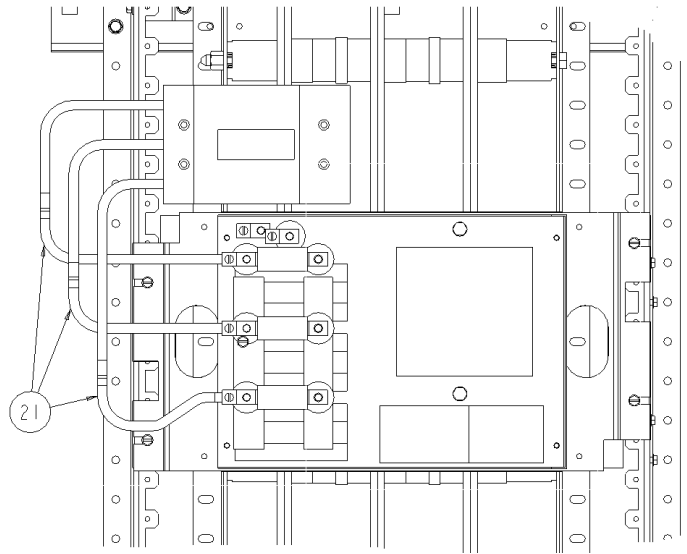

Figure 10. TVSS avec un sectionneur de disjoncteur.
b. **Installer les raccords de câbles du disjoncteur au TVSS.** Tailler le câble [21] à la longueur requise et dénuder les bouts comme requis. Raccorder le câble aux points de raccords appropriés sur le disjoncteur et le TVSS, comme montré à la Figure 10. Installer la mise à la terre les câbles de neutre comme à l'étape a. ci-dessus.